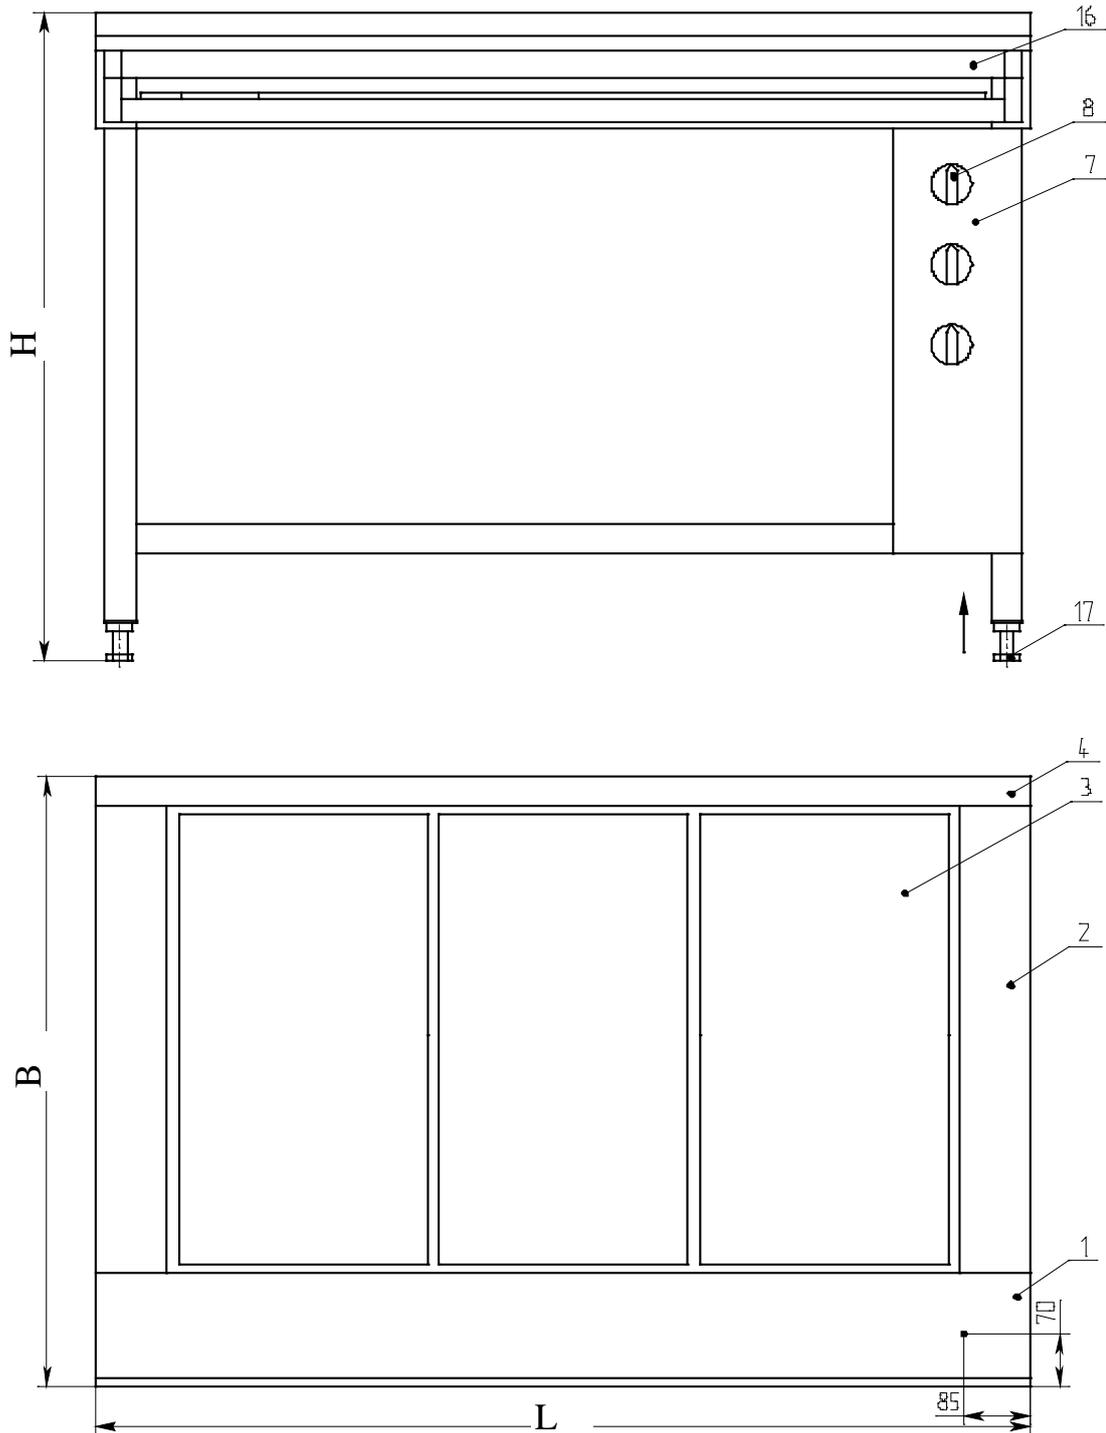

Рис.1
5.1. Плиты электрические ПЭ (рис.1) могут иметь от 1 до 6 конфорок, которые устанавливаются на регулировочные болты, позволяющие устанавливать рабочую поверхность конфорок в одной плоскости со столом 1 из нержавеющей стали. Конфорки крепятся к каркасу шпильками. Материал конфорок по таблице 6. Устройство конфорки площадью 0,17 м² показано на рис.1а, площадью 0,09 м² и 0,12 м² на рис.1б.
Рис.1а: